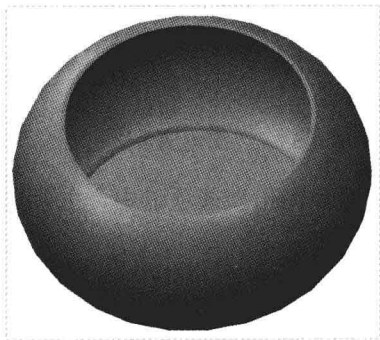

图 6-46 创建壳特征
Step 04 单击“应用并保存在工具中所做的所有更改,然后关闭工具操控板”按钮,即可创建壳特征,如图6-46所示。